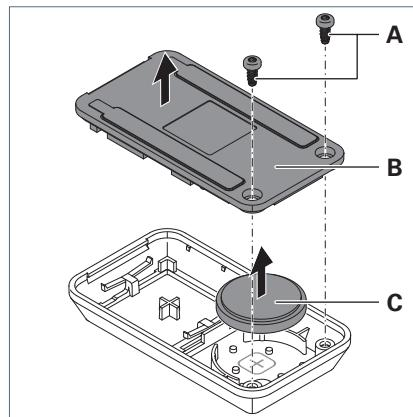

Fig. 35: Batteriewechsel.
- ▶ Drehen Sie die Schrauben **A** aus der Rückwand **B** des Bedienelements, siehe Fig. 35.